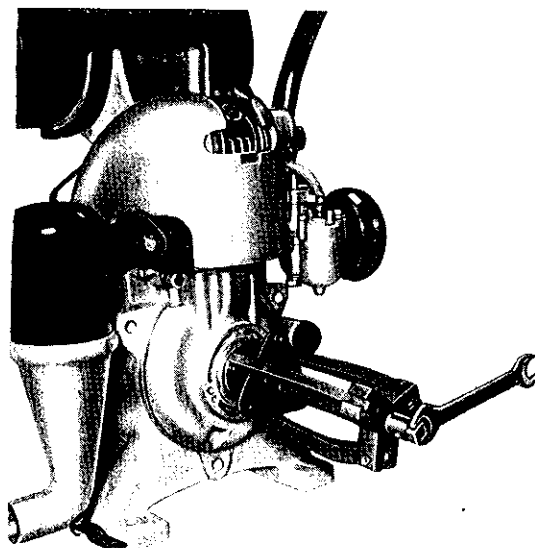

Bild 9. Kupplungsflansch abziehen
2. Kupplungsflansch mit Universalabzieher abziehen (Bild 9).